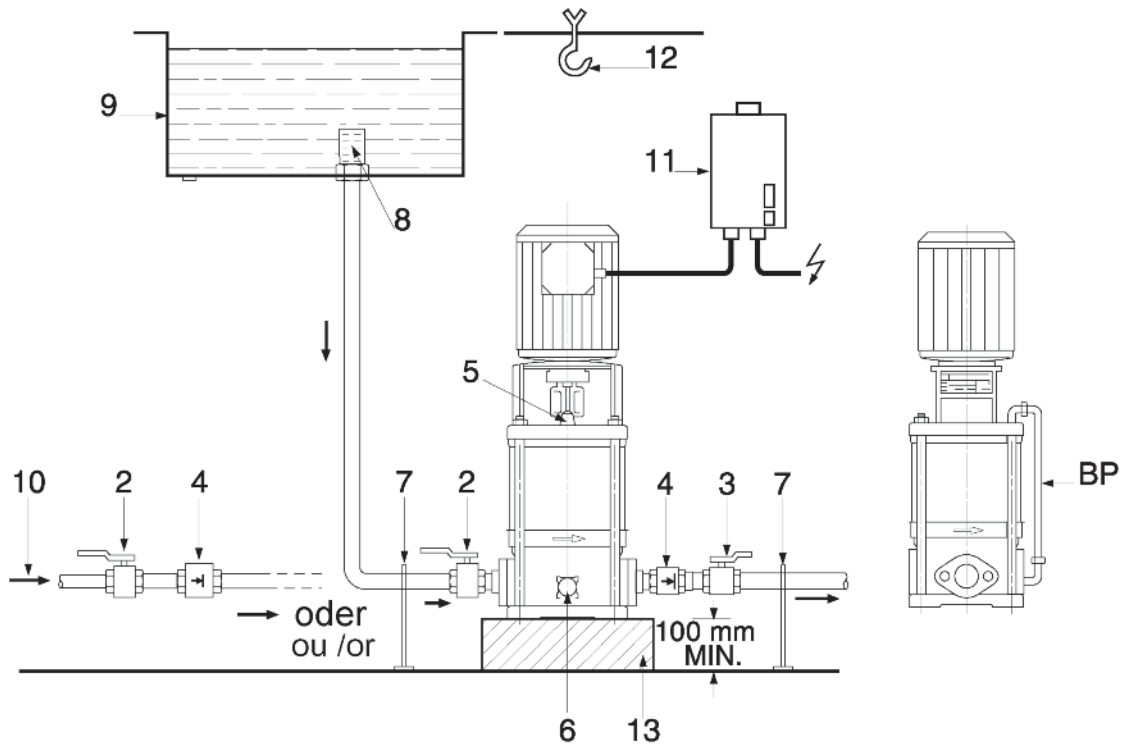

Fig. 3
Główne wymiary i wymiary podłączeń (Tabela 2, zob. również Rys. 3):
- Wymiary instalacji i połączeń znajdują się w paragrafie 1.2.1., Tabela 2 oraz na Rys. 3.